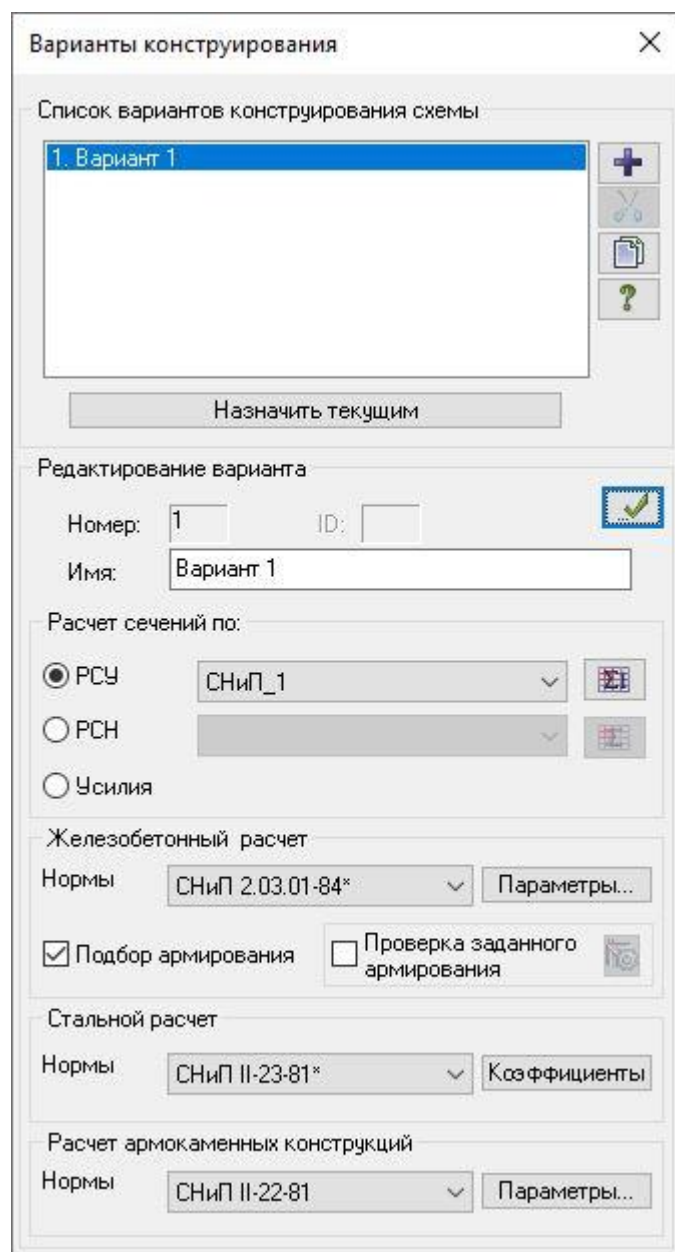

Рис.6.7. Диалоговое окно **Варианты конструирования**
- Вызовите диалоговое окно **Варианты конструирования** (рис.6.7) щелчком по кнопке  – **Варианты конструирования схемы** (панель **Конструирование** на вкладке **Создание и редактирование**).